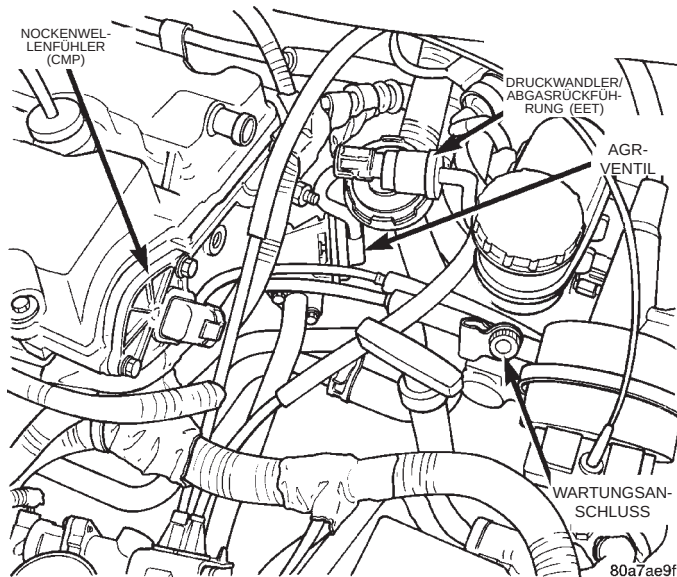
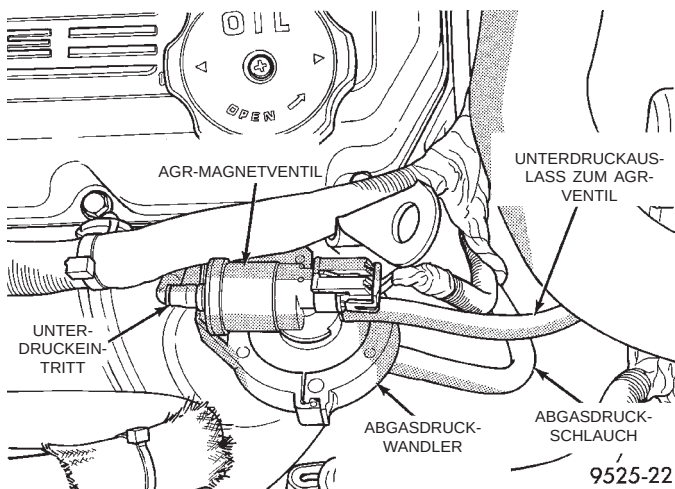
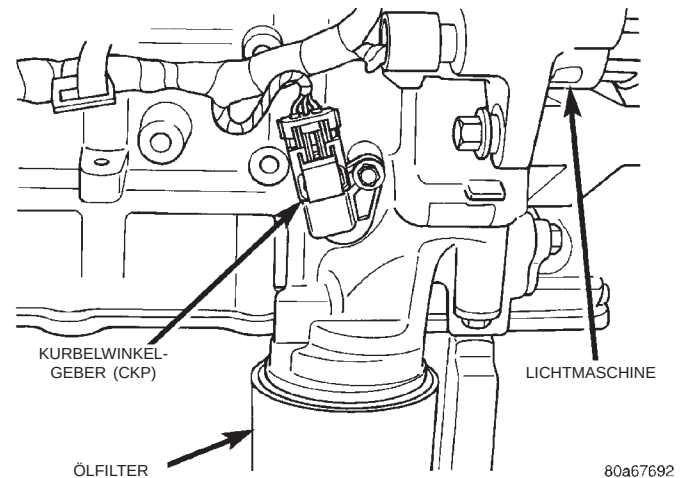
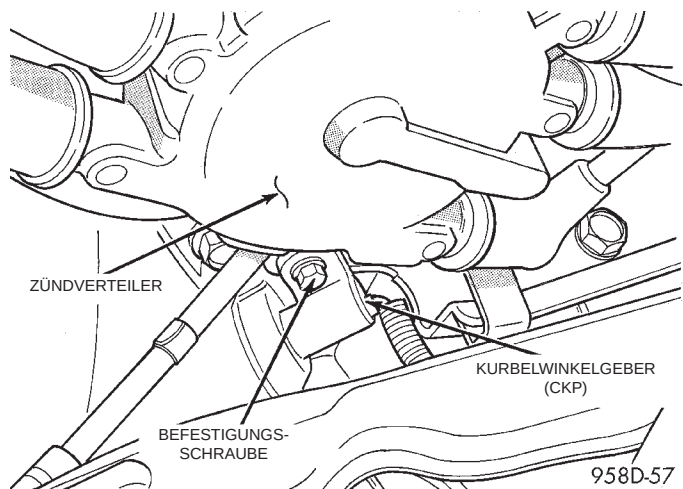

Abb. 48 Druckwandler/Abgasrückführung (EET)—2.4L-Motor
Abb. 49 Druckwandler/Abgasrückführung (EET)—2.5L-Motor
Abb. 50 Kurbelwinkelgeber (CKP)—2.4L-Motor - Beispiel
Abb. 51 Kurbelwinkelgeber (CKP)—2.5L-Motor
(16) Den Anschluß am Druckwandler/Abgasrückführung (EET) prüfen. Die Unterdruck- und Abgasdruckschläuche am Magnetventil und am Druckwandler auf Undichtigkeiten prüfen (Abb. 48) oder (Abb. 49).
(17) Die elektrischen Anschlüsse an der Lichtmaschine prüfen. Den Antriebsriemen der Lichtmaschine auf Verglasung oder Beschädigung prüfen.
(18) Den Anschluß am Kurbelwinkelgeber (CKP) prüfen (Abb. 50) oder (Abb. 51).